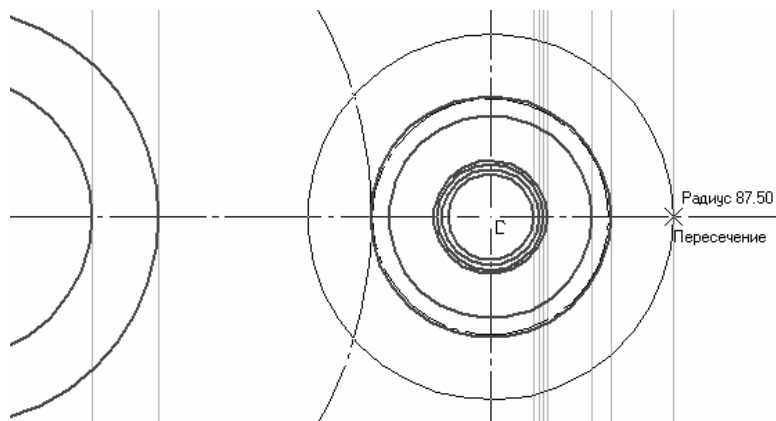

Рис. 2.103. Процесс построения крышек подшипников и выходного конца ведущего вала
3. Создайте в главном виде новый слой с названием *Крышки* и сделайте его текущим. Сформируйте в нем изображения крышек главного вида, а также фрагмент ведущего вала, торчащий из отверстия сквозной крышки. Это совсем не сложно: просто стройте по очереди окружности, привязывая их радиусы к вспомогательным прямым, проходящим через характерные точки вида сверху (рис. 2.103). Перед началом ввода окружностей не забудьте изменить стиль линии на *Основная*.